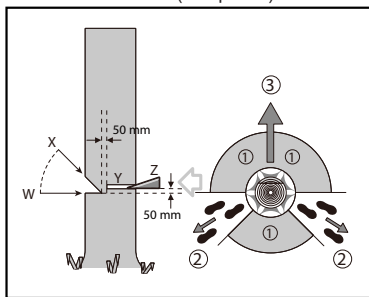

РИС. 1
Перед валкой дерева должен быть запланирован путь отхода и при необходимости следует подготовить и освободить его. Путь отхода должен вести в сторону и вверх от ожидаемой линии падения деревьев. (См. рис. 1)
горизонтальный запил. Это позволит избежать зажатия пильной цепи или направляющей шины пилы при выполнении второго запила. (См. рис. 1).
Произведите повалочный запил минимум 50 мм выше горизонтального запила. Повалочный запил следует выполнять параллельно горизонтальному запилу. Пропилите повалочный запил только так глубоко, чтобы осталась вертикальная древесная перемычка, которая могла бы служить шарниром. Эта перемычка должна предотвратить возможность поворота дерева и его падения в неправильном направлении. Не перепиливайте эту перемычку. При приближении повалочного запила к перемычке дерево начинает валиться. Если становит видно, что дерево может упасть в нежелаемом направлении или даже наклонится назад и зажать пильную цепь, прервите выполнение повалочного запила и используйте для отхода запила и окончательной повалки дерева в желаемом направлении клинья из дерева, пластмассы или алюминия (3). Если дерево начнет падать, удалите цепную пилу из запила, выключите и отложите ее в сторону, покиньте опасную зону по запланированному пути отхода (2). Следите за упавшими вниз ветвями и не запнитесь о них. (См. рис. 1).